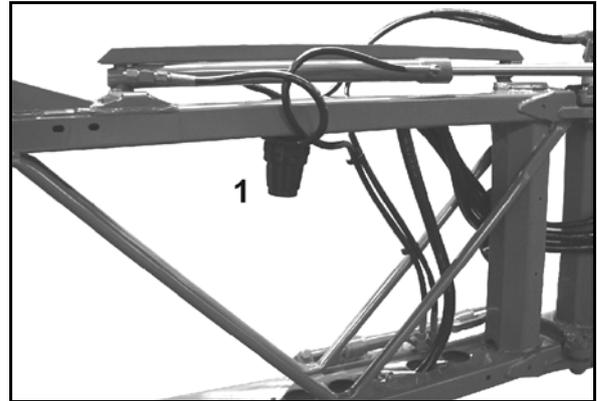

図 187
- ラインフィルター (図 187/1) を清掃します (使用状況に応じて3~4カ月に1回)。